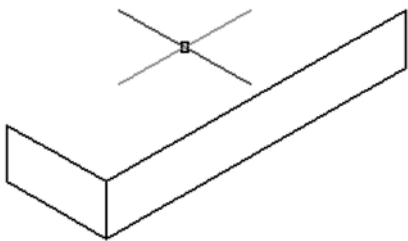

图 8-120 切换到顶面状态
5) 在顶面(“俯视”)绘制图形。按〈F5〉键直到将平面状态切换到顶面(等轴测平面-俯视), 此时光标显示如图 8-120 所示。